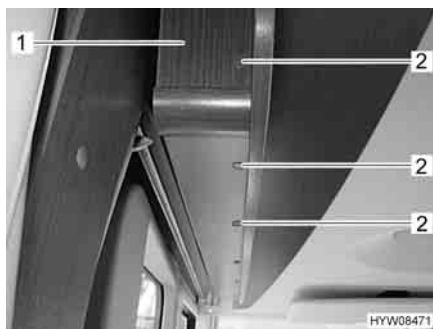

Fig. 63 Diaframma sul letto basculante
- Togliere tutti i coperchi di copertura (Fig. 63,2).
- Svitare tutte le viti (a intaglio) che si trovano sotto i coperchi di copertura e rimuovere il diaframma (Fig. 63,1).